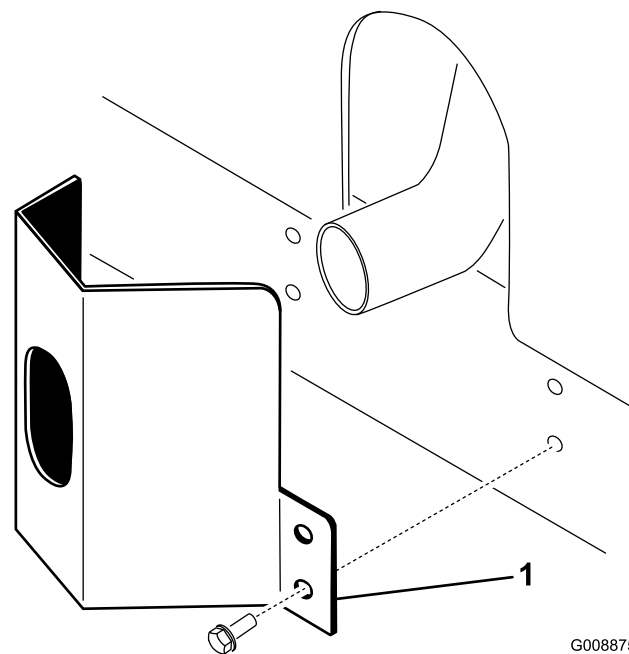

図 11
2. タップ・ネジ 4 本で固定する (図 11)。
1. フレームについている取り付け穴に合わせてマフラー部にガードを取り付ける (図 11)。